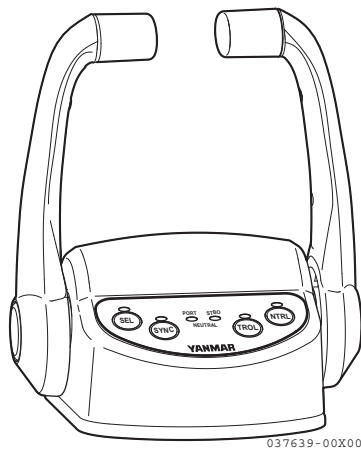
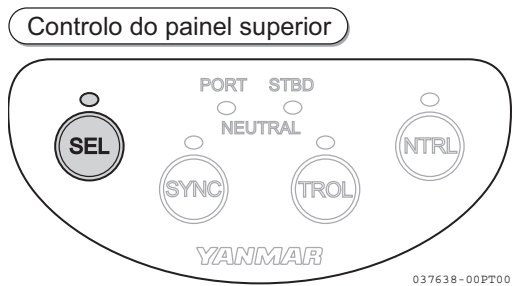

Figura 9
Figura 10
- A lâmpada do painel de interruptores surgirá e a lâmpada da cabeça de controlo (**Figura 9**) SEL (**Figura 10**) surgirá ou ficará intermitente.